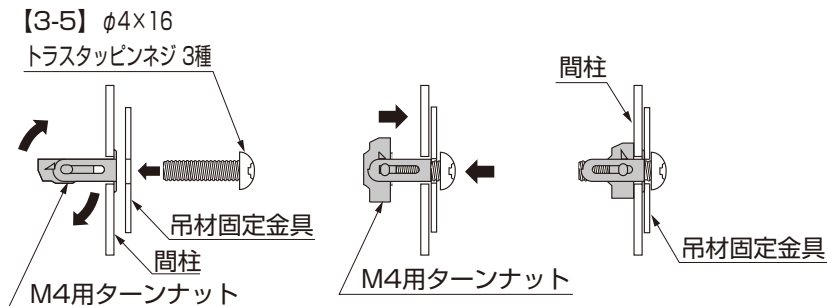

図6-2 A部詳細図 ターンナット使用方法
- 間柱側の腕木固定金具・吊材固定金具 上を取付けの際は、ターンナットを使用してください。(図6-2参照)
- ③ 腕木固定金具に腕木を【3-5】で取付けてください。